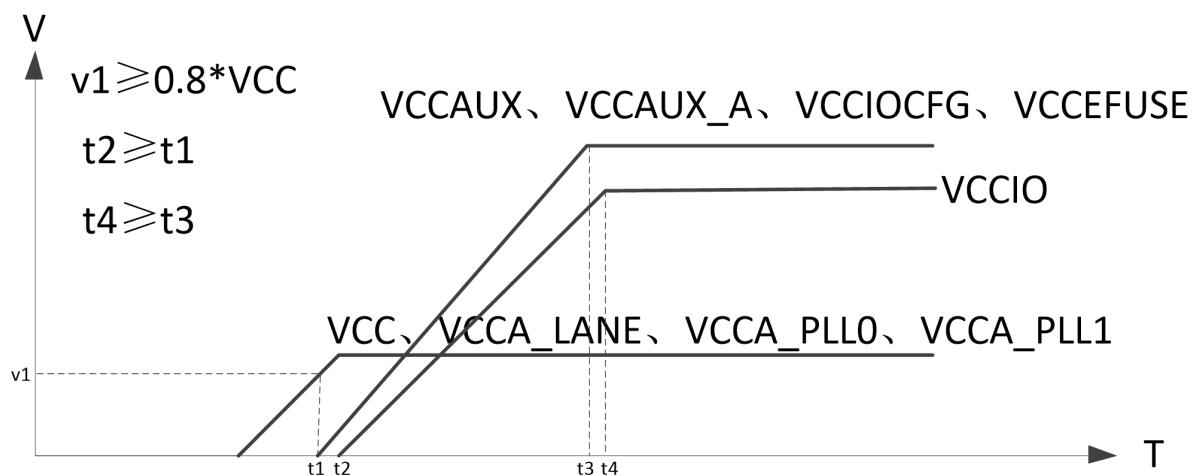

图 2-1 推荐上电时序
- (1) 确保 I/O 在上电过程中处于三态的推荐上电顺序: VCC、VCCA\_LANE、VCCA\_PLL0、VCCA\_PLL1 >VCCAUX、VCCAUX\_A、VCCIOCFG、VCCEFUSE > VCCIO;
- (2) 推荐下电顺序为上电顺序的反方向;
- (3) 推荐上电时序如图 2-1 所示;